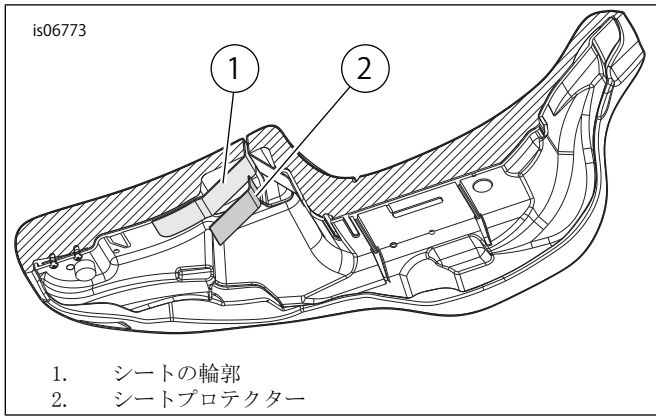

図4。シートの下側
13. 図4 シートプロテクター(2)が覆う表面の形に細心の注意を払い、シートの輪郭(1)によりよく合うように、プロテクターをゆっくりと形成します。